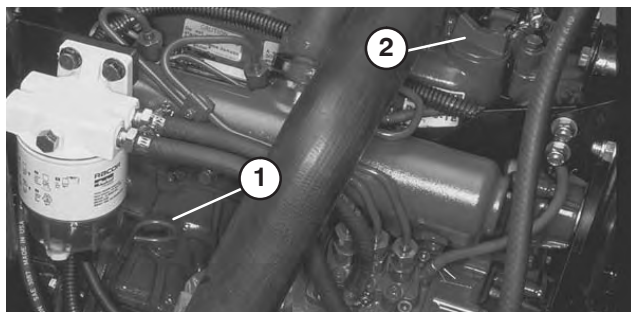

Bild 14
2. Nehmen Sie den Ölpeilstab heraus, wischen Sie ihn ab und setzen Sie ihn wieder ein. Nehmen Sie den Ölpeilstab heraus und lesen Sie den Ölstand am Ölpeilstab ab. Der Ölstand sollte an der **Vollmarke** liegen (Bild 14).
3. Wenn der Ölstand unter der **Vollmarke** liegt, entfernen Sie den Fülldeckel und gießen Sie Öl bis zur **Vollmarke** am Ölpeilstab ein (Bild 14). **Füllen Sie nicht zuviel Öl ein.**